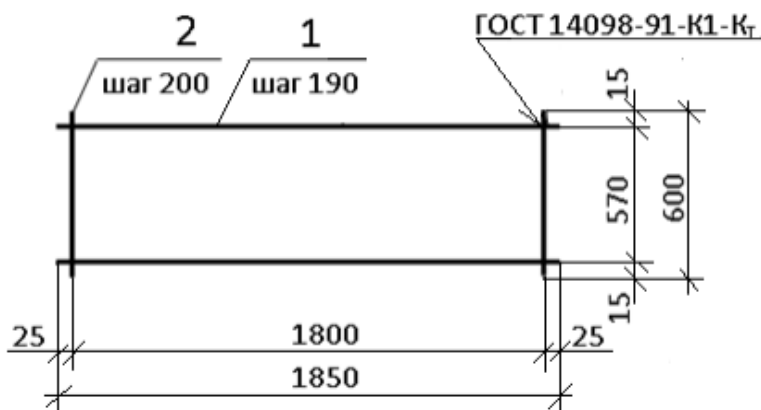

Рис. 93 Сборочный чертёж сетки
**Схемой армирования**, (рис.93) называют изображения железобетонного изделия в предположении прозрачности бетона.